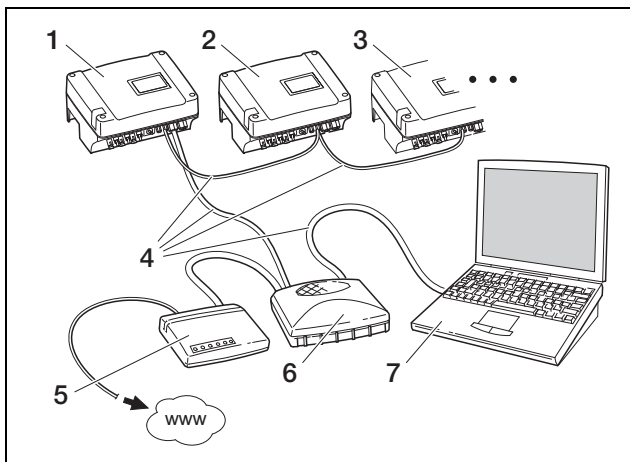

Figura 56: Configuración de la red con configuración manual de red con router DSL externo, máscara de subred: 255.255.255.0, ☒ router externo
- O bien utiliza el inversor en una conexión DSL con router y desea conectarse desde fuera al inversor a través del router (figura 56).